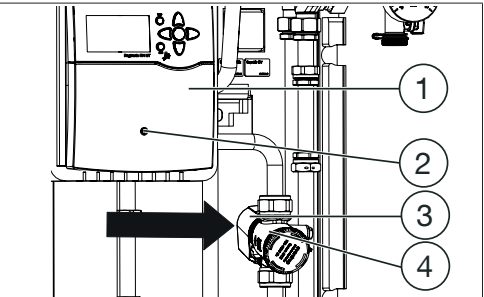
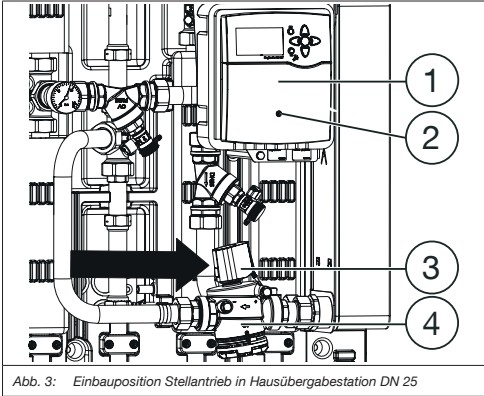

Abb. 2: Einbauposition Stellantrieb in Hausübergabestation DN 20
Abb. 3: Einbauposition Stellantrieb in Hausübergabestation DN 25
- Lösen Sie die Schraube auf der Frontseite des elektronischen Reglers Regtronic RH HT (siehe Abb. 2 oder Abb. 3 (2)) um die Verkleidung (siehe Abb. 2 oder Abb. 3 (1)) des Reglers abzunehmen.